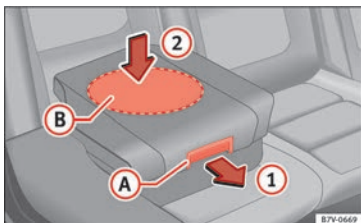

Abb. 32 Integrierter Kindersitz: Sitzpolster zurückklappen.
- Sitzpolster am Entriegelungshebel » Abb. 32 A in Pfeilrichtung 1 nach vorn ziehen.
Beim Zurückklappen des integrierten Kindersitzes nur in der Mitte auf das Sitzpolster drücken » Abb. 32 2. Andernfalls kann sich das Sitzpolster verkanten und nicht sicher einrasten.